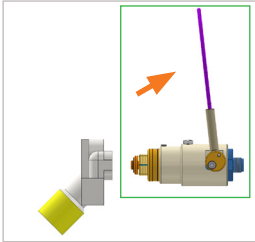

Abbildung 4
- ▶ Legen Sie die Betätigung (Pos. 1) nach oben (*Abbildung 4*) um, dadurch fallen die Spannzangen zusammen.